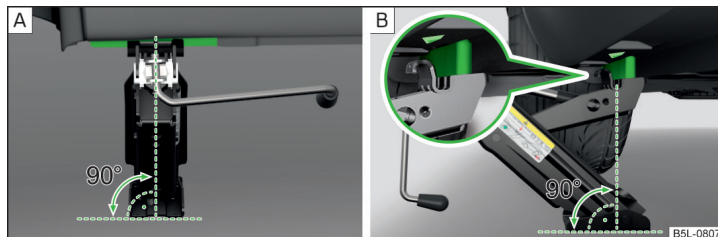

Fig. 176 Application du cric
- Posez l'embase du cric sur toute sa surface sur un sol plan et assurez-vous que le cric s'applique perpendiculairement à l'emplacement du point de prise » fig. 176 - [A].
- Relevez le cric avec la manivelle jusqu'à ce que la griffe du cric entoure le longeron » fig. 176 - [B].